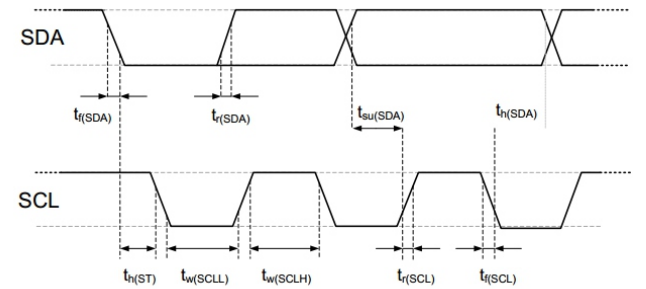

图17 数字输入/输出端的时序图、缩略语在表 8 中进行了解释。较粗的 SDA 线由传感器控制、普通的 SDA线由单片机控制。请注意 SDA 有效读取时间由前一个转换的下降沿触发。
SDA 引脚用于传感器的数据输入和输出。当向传感器发送命令时，SDA在串行时钟SCL的上升沿有效，且当SCL为高电平时，SDA必须保持稳定。在SCL下降沿之后，SDA值可被改变。为确保通信安全，SDA的有效时间在SCL上升沿之前，和下降沿之后应该分别延长至TSU and TH0-参考图17。当从传感器读取数据时，SDA在SCL变低以后有效 (TV), 且维持到下一个SCL的下降沿。
电气特性，如功耗、输入和输出的高、低电平电压等，依赖于电源供电电压。为了使传感器通讯顺畅，确保信号严格限制在表7、8和图 17 所给出的范围内。
表 8 I²C快速模式数字输入/输出端的时序特性。具体含义在图 17 有所显示。除非另有注明。